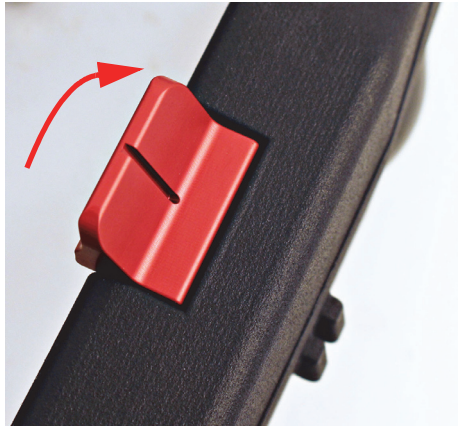

Abbildung 4-1 Bremshebel aktiviert
- Bringen Sie zur Aktivierung der Bremse den hinteren roten Bremshebel in die obere Position (Abbildung 4-1 auf Seite 70).